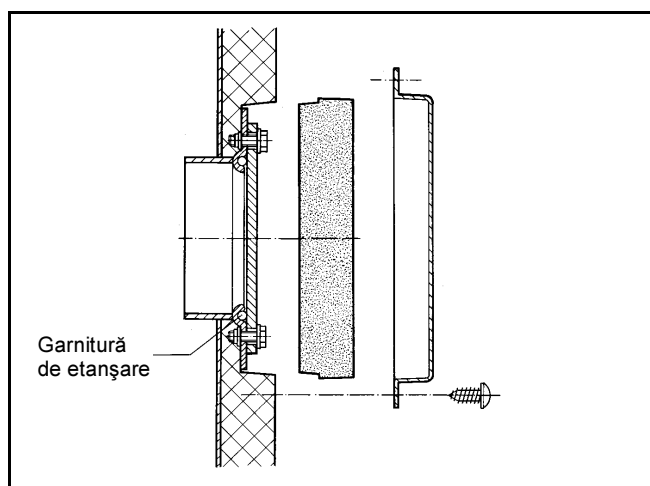

Fig. 14 Garnitură de etanșare
- Se deșurubează capacul din fața capacului gurii de vizitare (Fig. 14).
- Se deșurubează șuruburile cu cap hexagonal aflate pe capacul gurii de vizitare și se scoate capacul (Fig. 14).